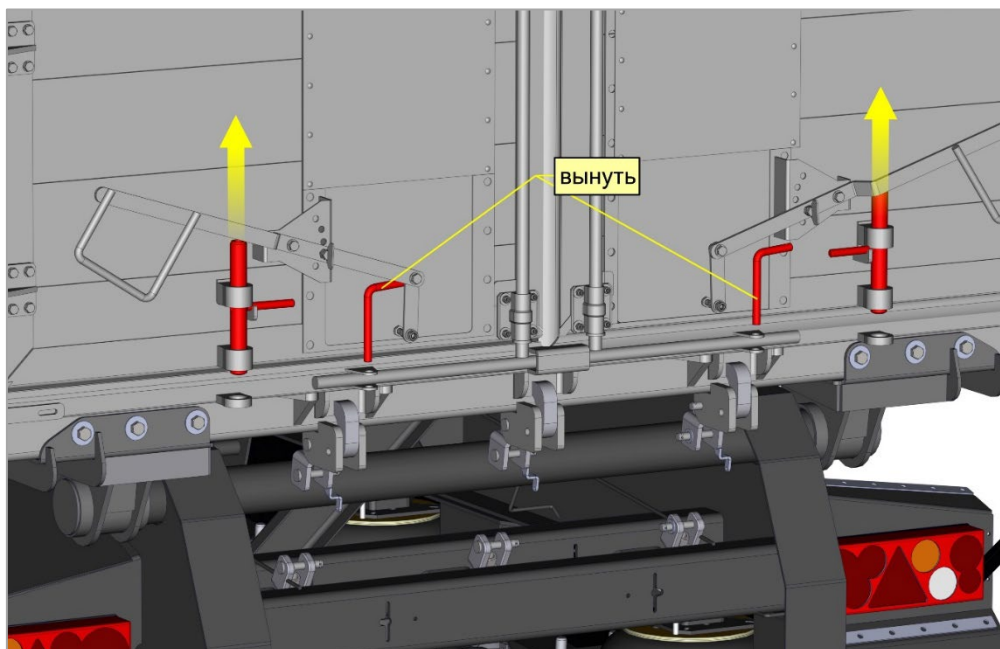

Рис. 41. Положение щеколд и фиксаторов
- открыть щеколды и вынуть фиксаторы (Рис. 41);